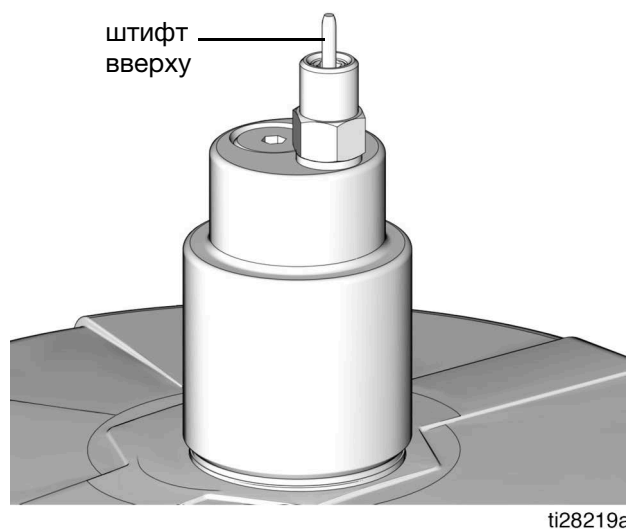

Рис. 29
2. Подсоедините шланг подачи (J) к быстроразъемному соединителю (V).
3. Включите насос станции дистанционного заполнения (F) и заполните резервуар насоса G3 (D) так, чтобы указательный штифт на автоматическом запорном устройстве для заполнения выдвинулся вверх, как показано на Рис. 29. Давление в наполнительном насосе (F) поднимется, и он перейдет в состояние срыва подачи.